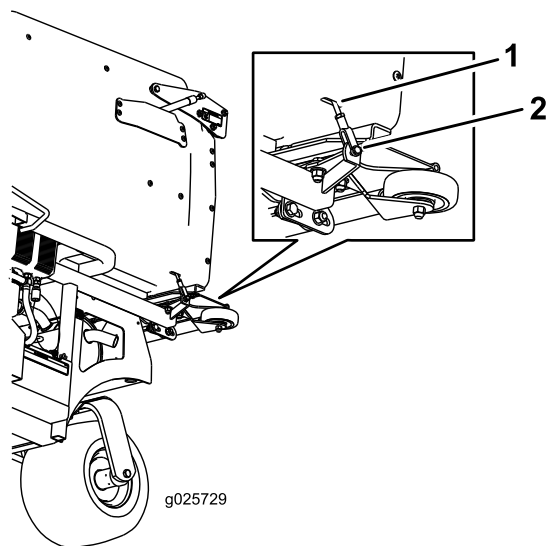

Figure 13
9. Faites passer les câbles dans les guides-câbles et les fentes au bas de la trémie (Figure 13).